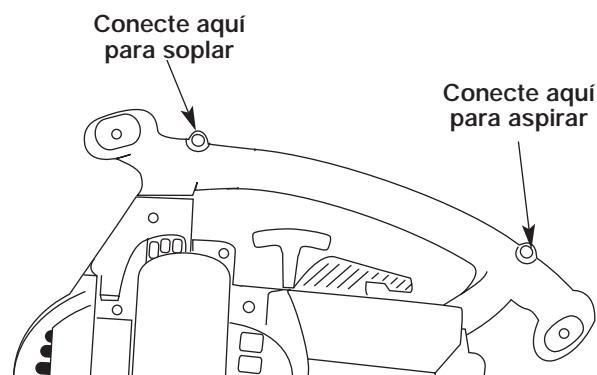

Fig. 8
3. Encaje la abrazadera en los herrajes de soporte en la parte anterior o posterior de la manija. Abróchela a la parte anterior de la manija al usar la unidad como un soplador, y abróchela a la parte posterior de la manija al usar la unidad como una aspiradora (Fig. 8).